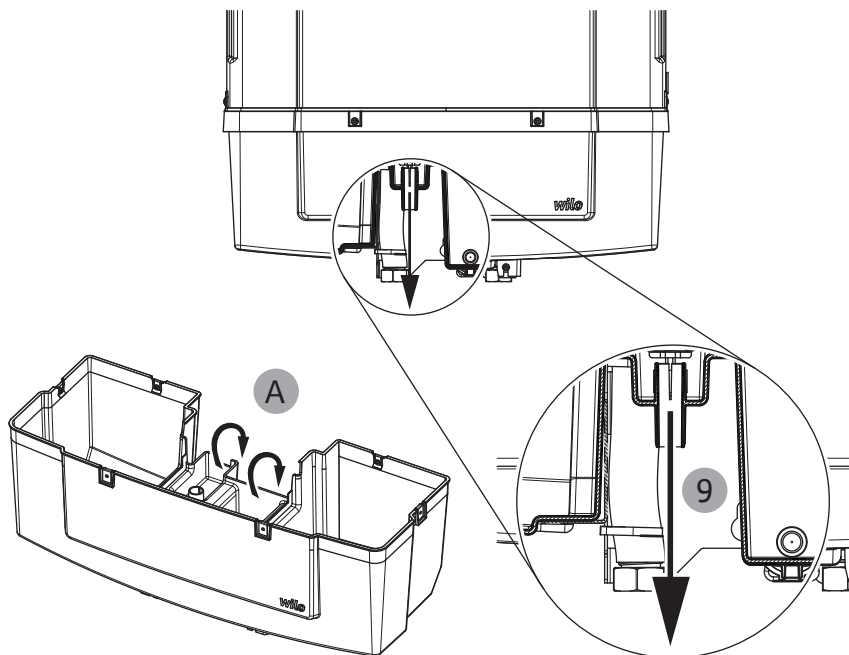

Fig. 11: Přepad
- Pod produkt neumísťujte ani nepřipevňujte žádné přístroje ani předměty. Zařízení má integrovaný přepad (Fig. 11, poz. A).